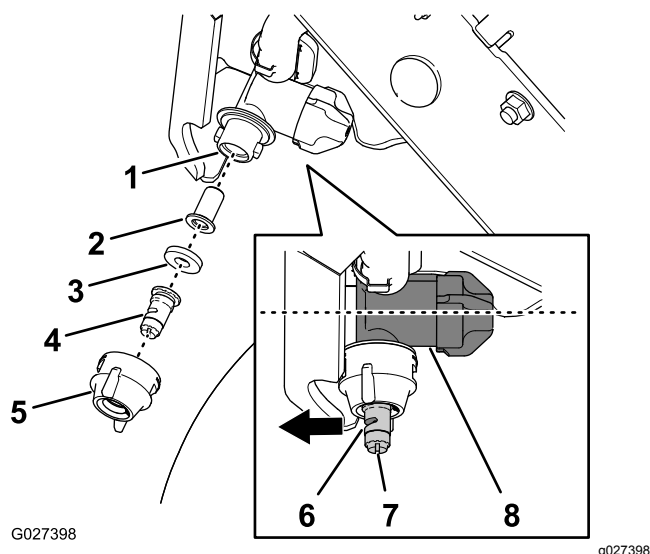

Figure 66
1. Tournez le chapeau de buse de 90° dans le sens antihoraire et enlevez-le du corps de la buse (Figure 66).
2. Déposez la pastille, le joint et la crépine du corps de la buse (Figure 66).
4. Insérez la crépine dans le corps de la buse (Figure 66).
5. Placez la pastille et le joint dans le chapeau de la buse (Figure 66).
6. Posez la pastille, le joint et le chapeau sur le corps de la buse (Figure 66).
Remarque: Utilisez la fente pour faire tourner l'atomiseur (Figure 66) de la pastille vers l'avant
7. Tournez le chapeau de la buse de 90° dans le sens horaire (Figure 66).